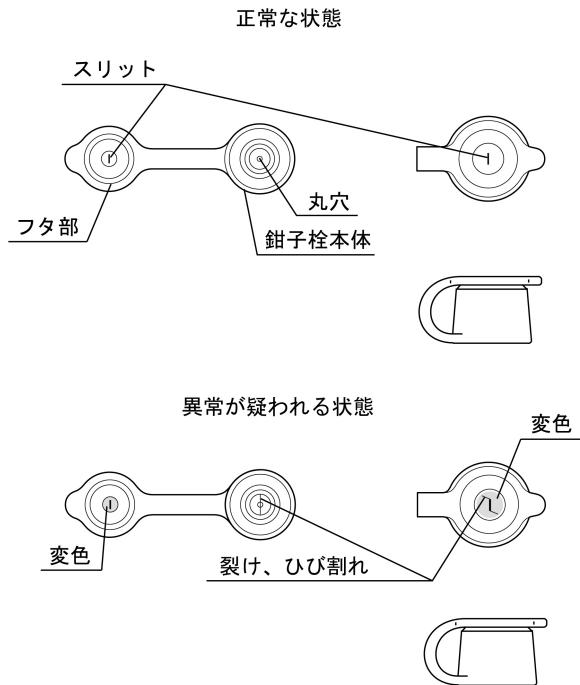

図2
10. 鉗子栓のフタ部のスリットまたは鉗子栓本体の丸穴に裂け、ひび割れ、変形、変色などの異常がないことを目視で確認すること(図2参照)。